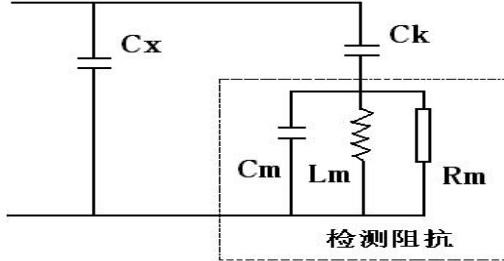

图 4.8 RLC 型输入单元的检测回路及等效电路示意图（并联法）
1) 如图 4-8 所示为 RLC 型输入单元的检测回路及等效电路，其中 C_x 为试品电容， C_k 为耦合电容。当产生一次局部放电时，试品 C_x 两端产生一个瞬时电压变化 Δu ，此时若经过 C_k 耦合到输入单元上，回路就会产生一脉冲电流 I ，局放仪将脉冲电流经输入单元产生的脉冲电压信息，予以检测、放大和显示等处理，就可以测定局部放电的一些基本参量（主要是放电量 q ）。